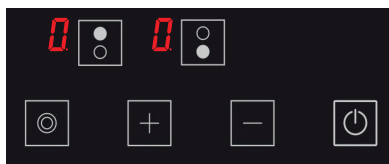

Figure 19
3. L'icône **H** s'affiche sur tous les écrans. (voir Fig. 19) Les icônes **H** et **L** s'affichent en alternance si une plaque de cuisson est toujours chaude.